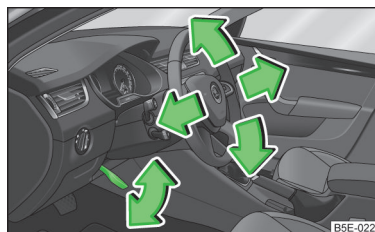

Fig. 114
- Abbassare la leva sotto il volante » fig. 114.